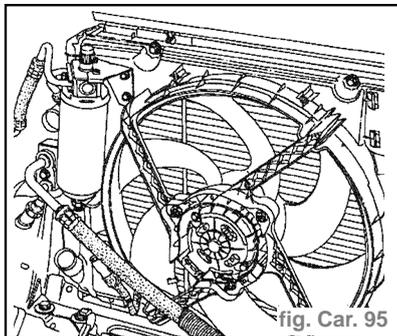

fig. Car. 95
**Relais du GMV soufflage d'air (D)**
- Il est situé près de la bouteille déshydratante. (fig. Car. 95)